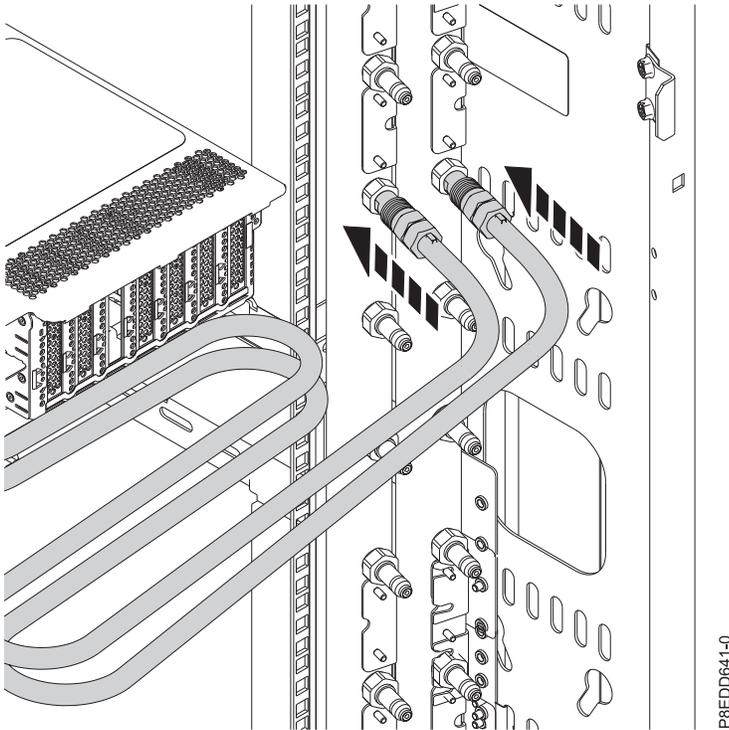

図 214. 冷却水ホースの再接続
5. ラックの背面で、冷却水ホースを再接続します (192 ページの図 214 を参照)。